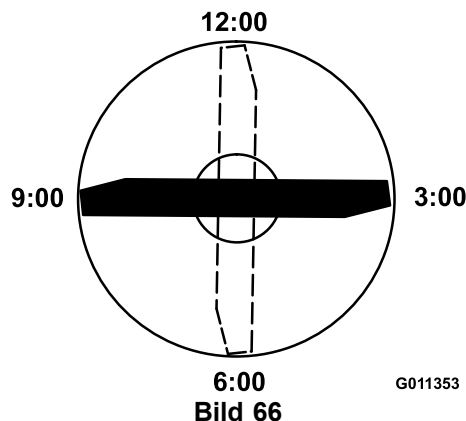

Bild 66
4. Positionieren Sie die Schnittkante der markierten Messerseite in die 12-Uhr-Stellung (geradeaus in Mährichtung) (Bild 66) und messen die Höhe vom Tisch bis zur Schnittkante.
5. Drehen Sie die markierte Seite des Messers auf die 3- und die 9-Uhr-Stellung (Bild 66) und messen die Höhe.